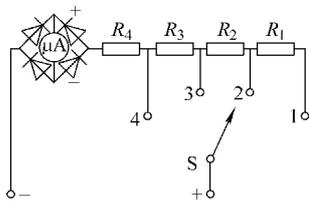

图 2-11 万用表测量交流电压的电路
3) 万用表测量交流电压的电路: 万用表测量交流电压的电路如图 2-11 所示, 它与测量直流电压的原理和方法相同, 所不同的是增加了一个桥式整流器, 使交流电流经过整流后再通过表头。